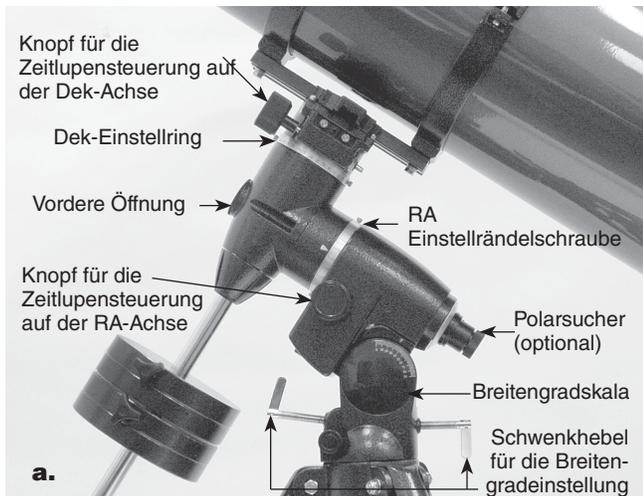

Abbildung 4. Die parallaktische Montierung des SkyView Pro-Teleskops von beiden Seiten.
Während Ihrer Beobachtungen des Nachthimmels haben Sie sicherlich schon bemerkt, dass sich die Sterne im Laufe der Zeit langsam von Osten nach Westen zu bewegen scheinen. Diese scheinbare Bewegung wird durch die Erdrotation verursacht (von Westen nach Osten). Eine parallaktische Montierung (**Abbildung 4**) ist so konstruiert, dass sie diese Bewegung ausgleichen kann. Dadurch können Sie die Bewegung astronomischer Objekte problemlos „verfolgen“, ohne dass diese während der Beobachtungen aus dem Sichtfeld Ihres Teleskops wandern.
2. Die Montierung ist mit zwei Schwenkhebeln für die Breitengradeinstellung ausgestattet (siehe **Abbildung 4**). Öffnen Sie einen davon, während der andere geschlossen bleibt. Auf diese Weise stellen Sie den Breitengrad der Montierung ein. Stellen Sie die Montierung so ein, dass der Zeiger auf der Breitengradskala auf den Breitengrad Ihres Standorts zeigt. Wenn Sie den Breitengrad Ihres Standorts nicht wissen, können Sie in einem Atlas nachschlagen. Angenommen, der Breitengrad Ihres Standorts ist 35° Nord, dann stellen Sie den Zeiger auf „35“. Von nun an muss die Breitengradeinstellung nur dann erneut angepasst werden, wenn Sie Ihre Beobachtungen an einem anderen, weiter entfernten Standort durchführen möchten.
3. Öffnen Sie den Dek-Arretierhebel, und schwenken Sie das Optiktrohr des Teleskops in eine Position parallel zur RA-Achse (**Abbildung 4**).
3. Entfernen Sie die Kappe an der vorderen Öffnung der Montierung (**Abbildung 4**). Fokussieren Sie den Polsucher durch Drehen des Okulars. Suchen Sie nun mit dem Polsucher den Polarstern. Wenn Sie das Verfahren zur ungefähren Poljustierung korrekt umgesetzt haben, befindet sich der Polarstern wahrscheinlich im Sichtfeld. Wenn nicht, müssen Sie das Stativ nach links oder rechts bewegen und die Einstellung des Breitengrads variieren, bis der Polarstern sich innerhalb des Sichtfelds des Polsuchers befindet.
5. Verwenden Sie nun die Knöpfe für die Azimut-Einstellung (**Abbildung 2**) und die Schwenkhebel für die Breitengradeneinstellung (**Abbildung 4**) an der Montierung, um den Polarstern in dem kleinen als „Polaris“ (Polarstern) markierten Kreis im Fadenkreuzmuster des Polsuchers zu positionieren. Zur Verwendung der Knöpfe für die Azimut-Einstellung müssen Sie zuerst den Drehgriff an der mittleren Haltestange unter der Montierung entfernen. Sobald der Polarstern richtig im Fadenkreuz positioniert ist, haben Sie eine genaue Poljustierung erreicht.
1. Öffnen Sie den Dek-Arretierhebel, und richten Sie das Teleskop so präzise wie möglich an der Deklinationsachse aus, sodass es parallel zur RA-Achse steht (siehe **Abbildung 4**). Schließen Sie den Arretierhebel dann wieder.